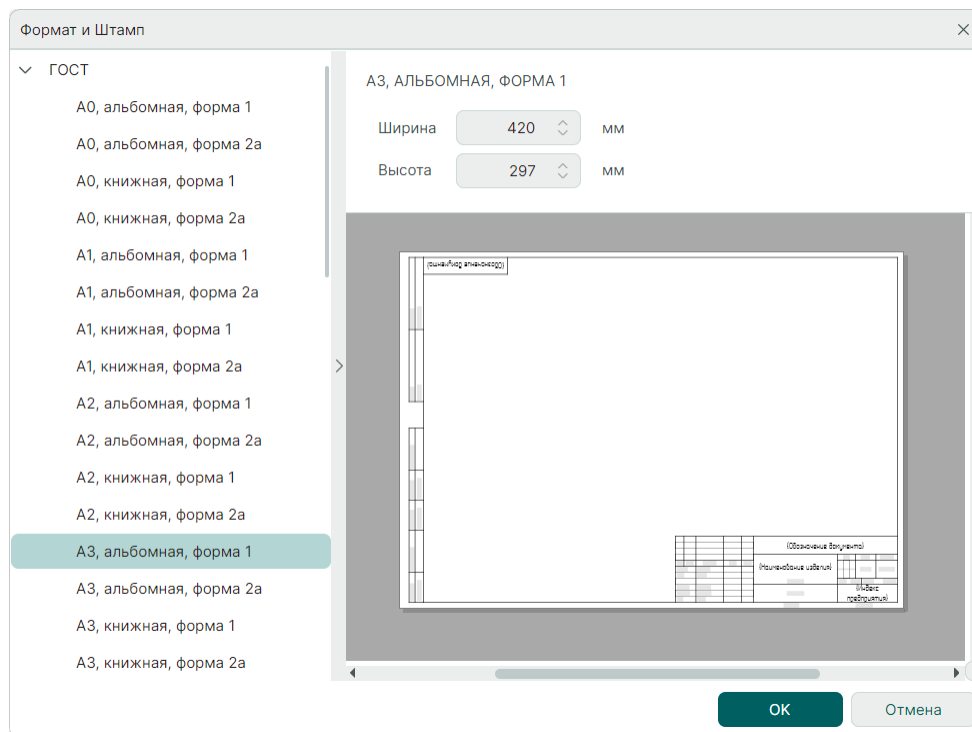

Рис. 18 Выбор формата для листа в окне «Формат и штатп»
5. Выберите необходимый формат листа из списка форматов оформления (сохраненных в системе) в левой части окна, см. Рис. 18.